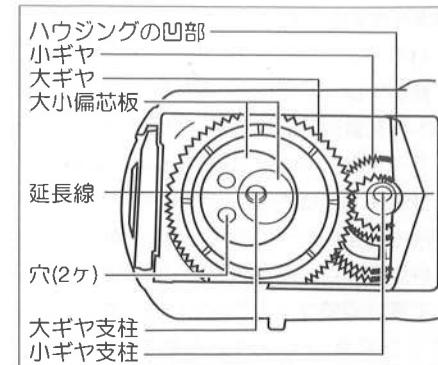

図9
- ③大ギヤを手で回し、偏芯板に付いている2つの穴の中心を、大小ギヤ支柱の延長線に合わせます。(図9参照)
- ④ブレード(刃)固定板を裏返して、ギヤ支柱受穴を大小ギヤ支柱に差込んでください。